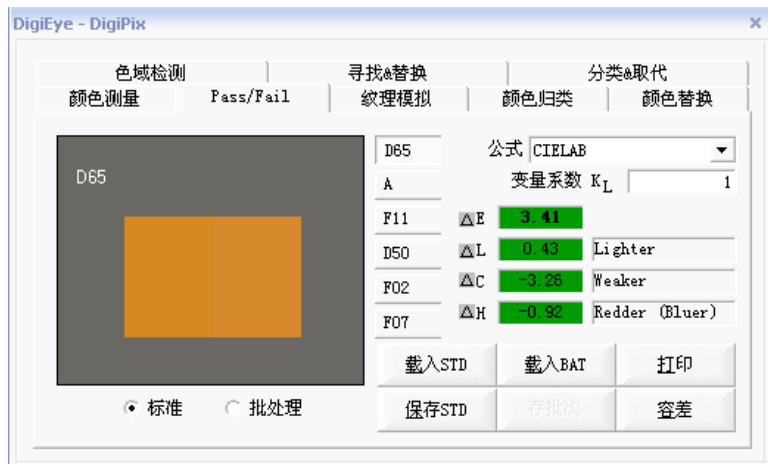

图 4
2. Pass/Fail: 在这个标签页中, 可以对标样和批样颜色测量 DE, DL, DC, DH 值, 可以对颜色分别保存入系统数据库中。颜色可以从当前图像中直接选取, 也可以通过“载入 STD”和“载入 BAT”取出已经存在数据库中的颜色样品测量。容差中可以自定义设定范围(图 4):